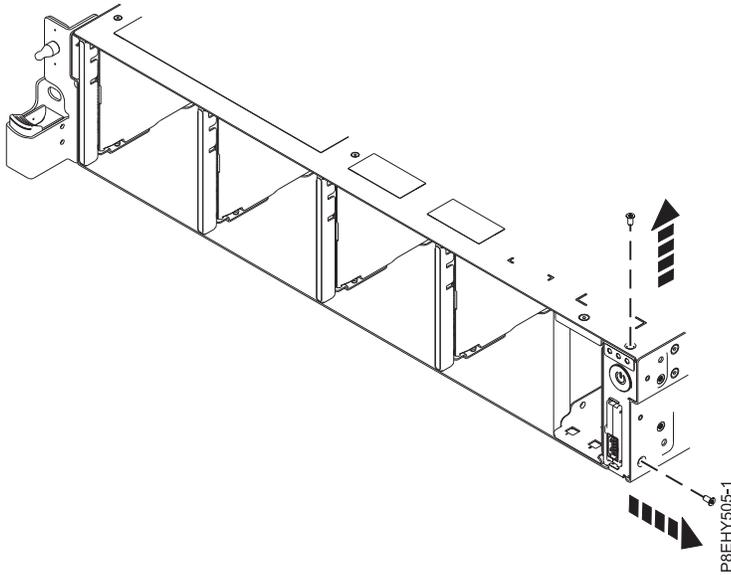

Figure 67. Retrait des vis supérieure et latérale
8. Retirez les vis supérieure et latérale de l'interrupteur d'alimentation. Voir figure 67, à la page 58.